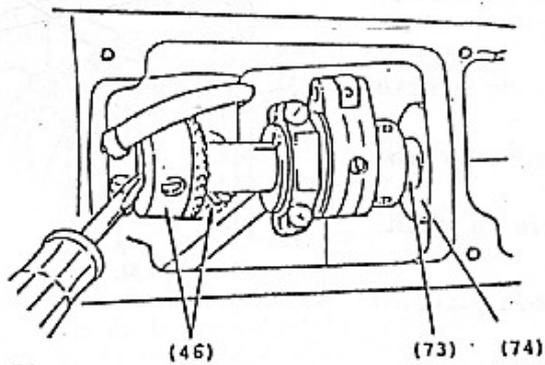
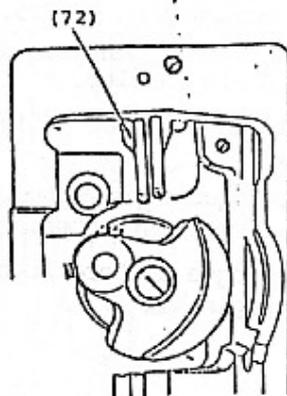

Fig. 34
Fig. 35
9. Gire o excêntrico da barra da agulha até que fique na posição mostrada na Fig.35 para evitar que ela interfira nos dois laços do pavio no suporte (72), Fig.35, durante a remoção do eixo do braço.
10. Enquanto mantendo o excêntrico da barra da agulha na posição mostrada na fig.35, segure as engrenagens helicoidais engrenadas firmando a lâmina de uma chave de fenda grande entre o anel de encosto e a engrenagem helicoidal, como mostrado na fig.34, e empurre, então, a extremidade do eixo do braço (73) para dentro do mancal 74).
2. Assegure-se de que o excêntrico da barra da agulha está virado para aposição mostrada na Fig.35, aproximando-se sem tocar, dos dois. Laços do suporte do pavio do óleo.